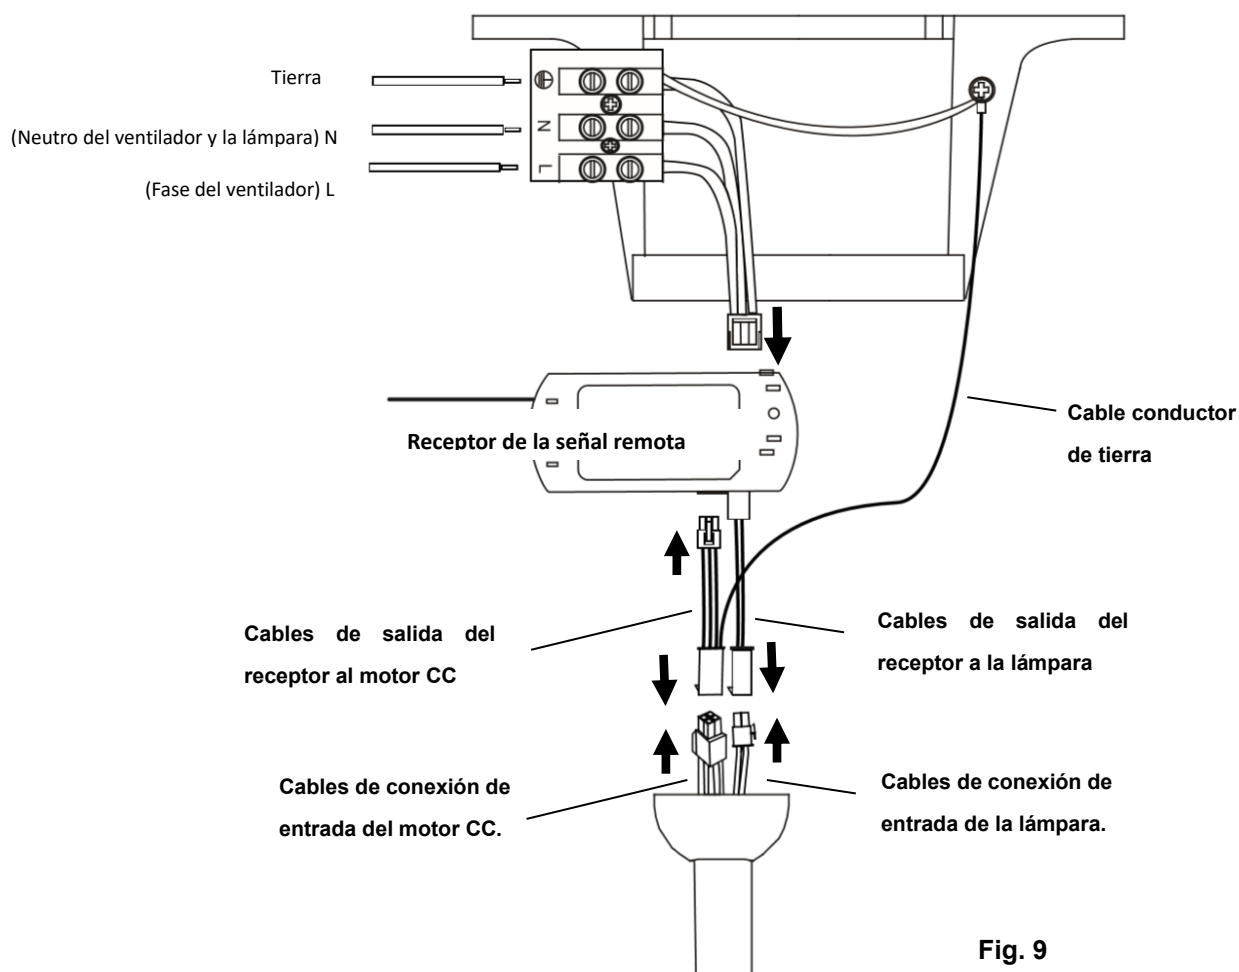

Fig. 9
DIAGRAMA DEL CABLEADO ELÉCTRICO DEL VENTILADOR**PREPARE Y COMPLETE EL CABLEADO ELÉCTRICO --- DIAGRAMA DEL CABLEADO (Fig. 9)**
Del suministro de corriente a la clema del soporte de techo: (Fig. 9)
Del soporte de techo al receptor y el motor: (Fig. 9)
5. Conecte los cables de salida del controlador/receptor del motor CC (desde el soporte de techo con el cable de tierra) al conector de salida del controlador/receptor del motor CC **(Fig. 9)**. Conecte los cables de salida del controlador/receptor del motor CC (desde el soporte de techo con el cable de tierra) al conector de entrada del motor del ventilador **(Fig. 9)**.